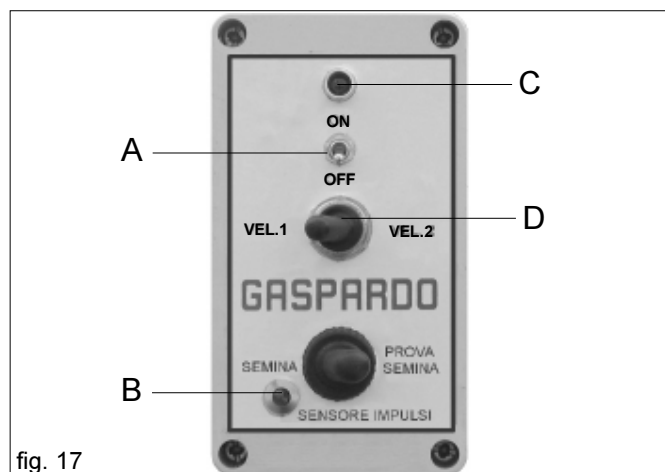
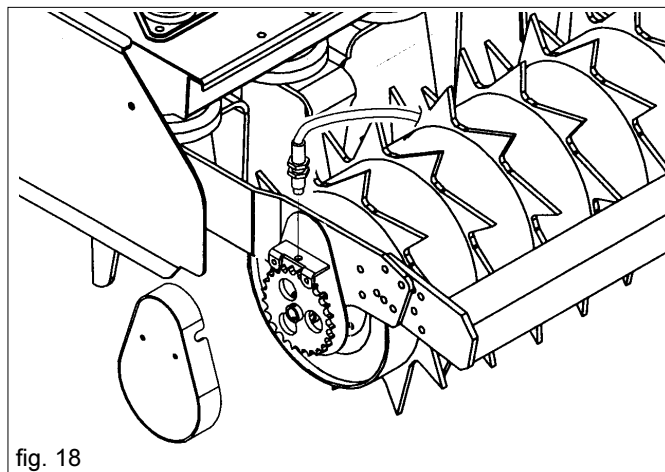

fig. 17
fig. 18
L'interrupteur (A Fig. 17) du pupitre doit être positionné sur OFF et le câble de l'alimentation 12 V débranché.
- vérifier que l'interrupteur (A Fig. 17) du pupitre est positionné sur OFF ;
- mettre l'interrupteur (D Fig. 17) sur " Essai de Semis " ;
Ce dispositif est appliqué à un rouleau ou à une roue qui garantit le mouvement seulement pendant le semis (Fig. 18): un capteur détecte les impulsions au mouvement de celle-ci et les transmet au moteur électrique qui actionne la distribution. Lorsque le mouvement s'arrête, suite à la non-détection des impulsions, la distribution sera interrompue. Pendant le semis, la détection normale des impulsions, et par conséquent la distribution effective des graines, sera signalée par une LED (B Fig. 17) sur le pupitre.
- 8) **Ne jamais laisser les parties électriques sous tension. S'assurer que la DEL (C Fig. 17) est éteinte.**